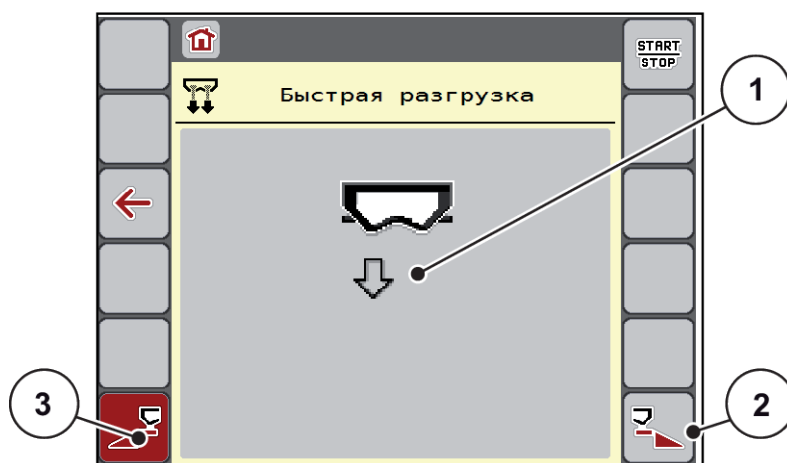

Рис. 20: Меню Быстрая разгрузка
*На дисплее отобразится выбранная секция в виде символа (Рис. 20, позиция [3]).*